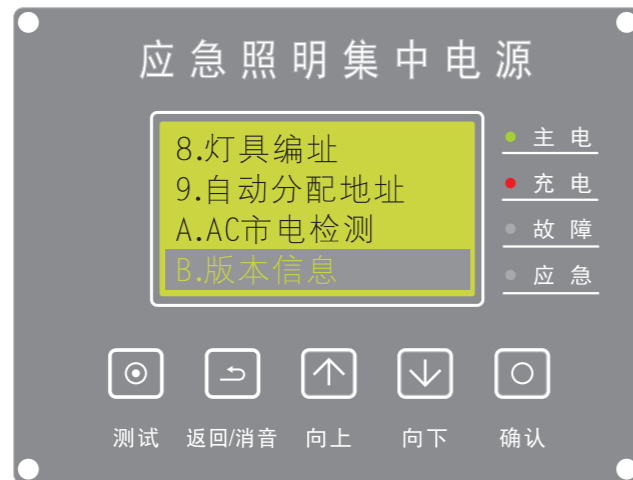

图31
(12)、版本信息：在主屏时，按【确认】键进入菜单，按【向上/向上】键选择【版本信息】（如图31）按【确认】键进入。